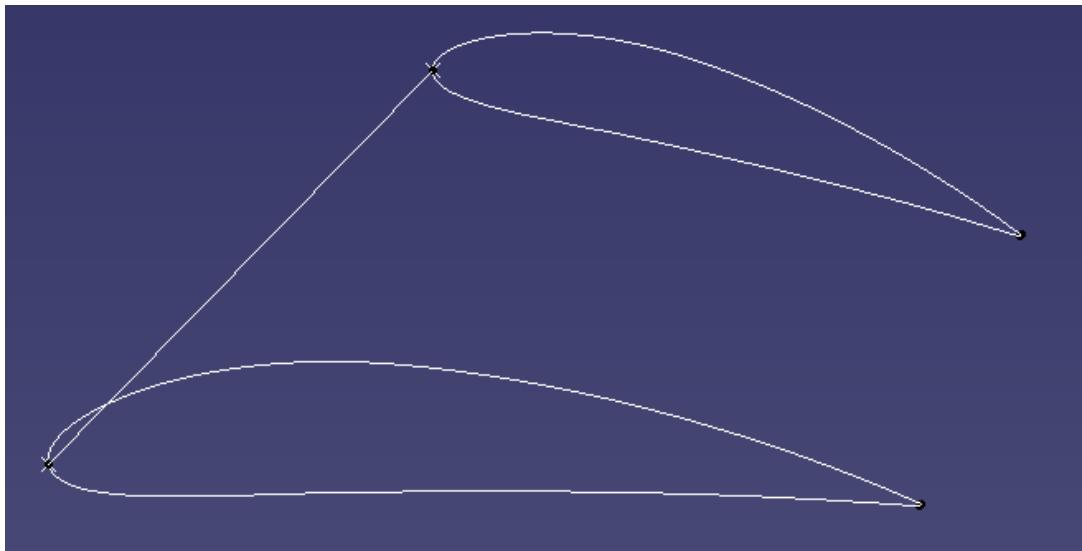

Figura 52. Resultado de ejecutar el ANEXO 3
- ANEXO 3 → Contiene las líneas de código de parte de las operaciones necesarias para crear un ala. Dentro de él se tiene el código de las operaciones donde se crea tanto el perfil del encastre como el de la punta del ala así como la línea que une todo los bordes de ataque del ala. Este ANEXO representa la estructura principal para crear un ala ya que una vez realizada estas operaciones ya solo quedará extruir los perfiles utilizando la línea de borde de ataque como guía. El resultado de ejecutar solamente estas líneas de código y no el programa completo es el representado en la Figura 52.